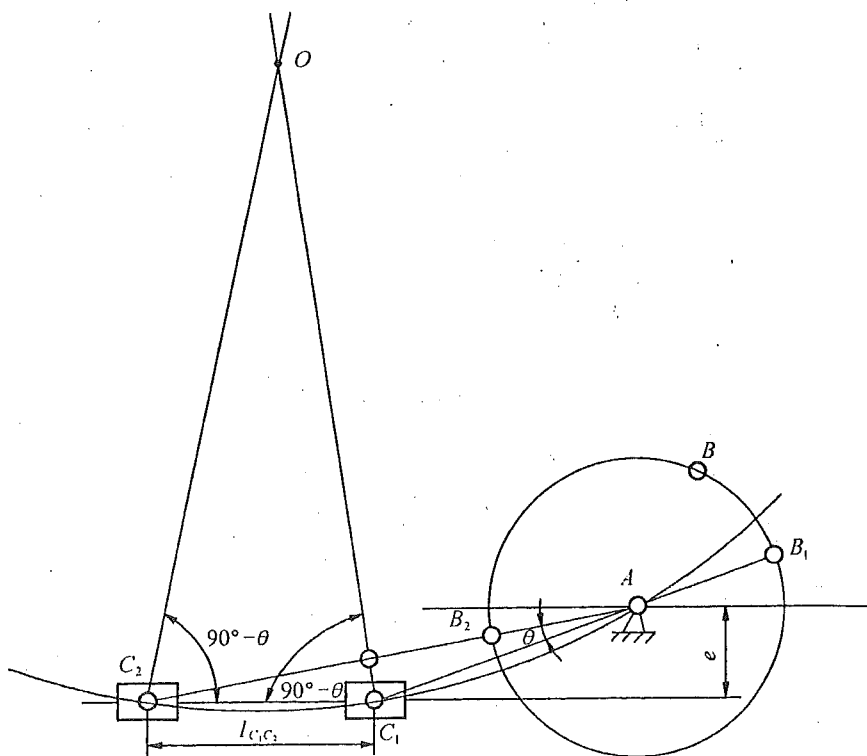

图 2-9
(2)由滑块的行程的  $l_{C_1 C_2}$  确定  $C_1$  和  $C_2$  的位置,并作一条直线  $C_1 C_2$ ,如图 2-9 所示。再由点  $C_1$  和  $C_2$  各作一条直线与  $C_1 C_2$  成  $90^\circ - \theta$  的夹角,此两线相交于点  $O$ ,以  $O$  为圆心,过  $C_1, C_2$  作圆,曲柄的轴心  $A$  就应在圆弧  $\widehat{C_1 A C_2}$  上选取。